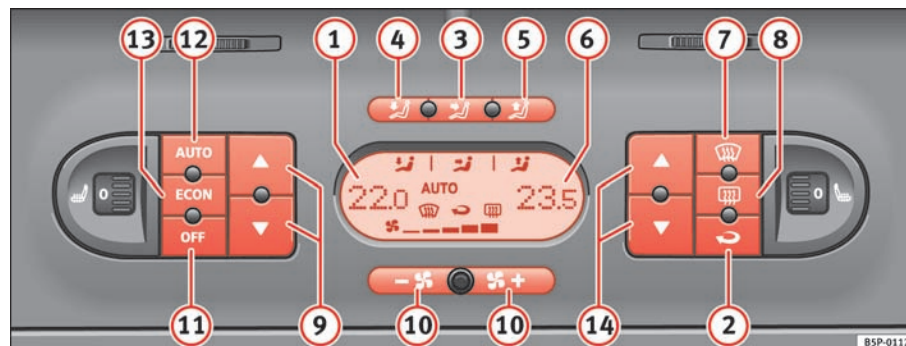

Fig. 126 På instrumentpanelet: betjeningselementer til 2C-Climatronic
- Tryk på knapperne ⇒ side 151, fig. 126  eller  for at indstille temperaturen i henholdsvis venstre og højre side.
- Tryk på  ⇒ side 151, fig. 126. I displayet vises AUTO.